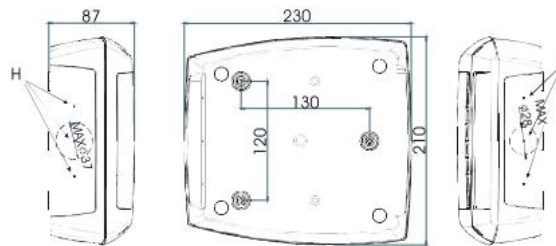

FIG. 3
3. Hacer los taladros adecuados para introducir las prensas en los orificios que aparecen en la cubierta inferior del Cool Mate, (Fig. 3, H, I). A continuación, hacer 3 agujeros en la pared, como se indica en la (Fig. 3, L, M, N), para fijar el Cool Mate.
5. Inserte los tacos, que figuran en el kit, en los taladros hechos en la pared. A continuación, utilice las juntas tóricas y fije la parte posterior del Cool Mate a la pared (Fig. 3, L, M, N) por medio de los tres tornillos.
5. Hacer los agujeros adecuados para introducir los prensas en los orificios que aparecen en la cubierta inferior del Cool Mate, (Fig. 3, H, I).